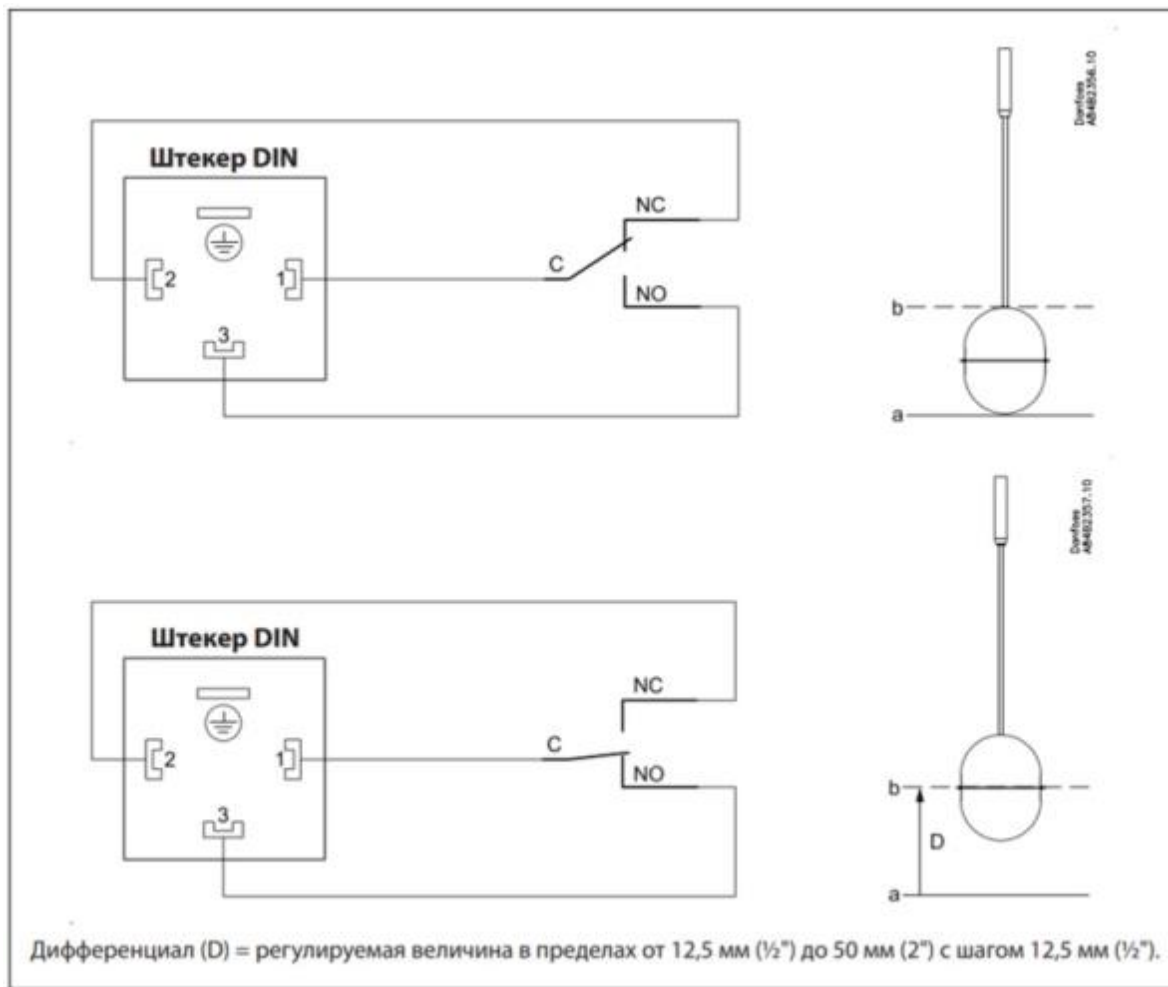
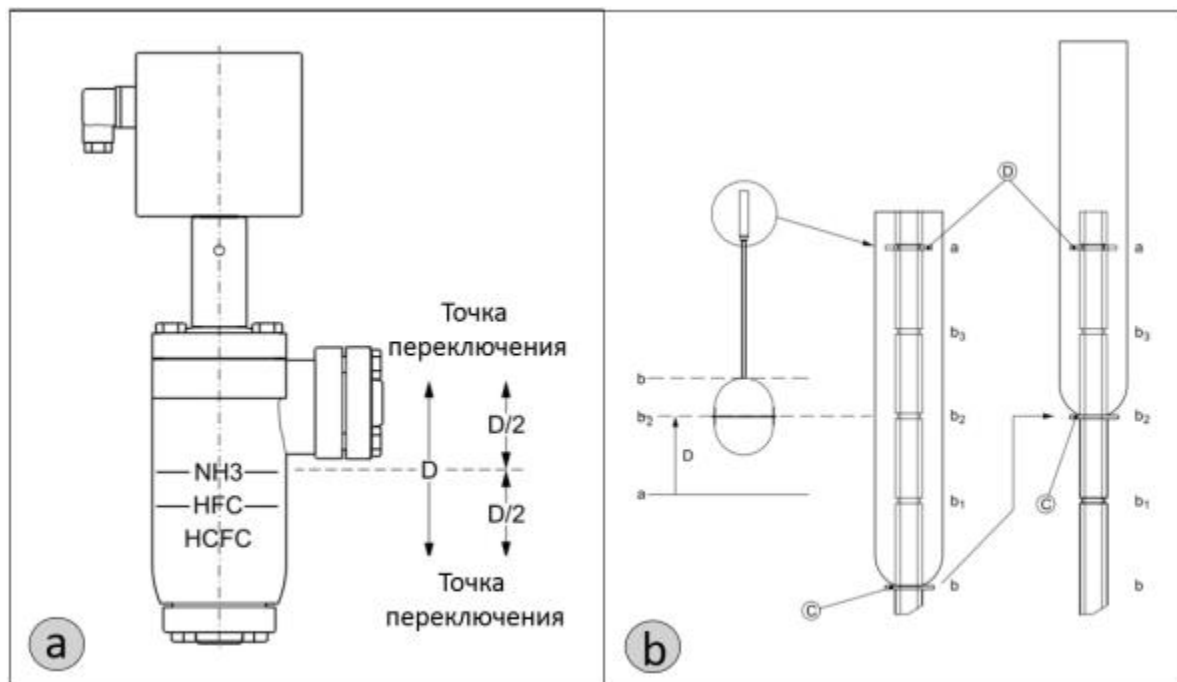

Рис. 3 Принцип действия AKS 38
Рис. 5 Настройка дифференциала переключения AKS 38
Положение поплавка, при котором произойдёт переключение контактов реле, зависит от фактического уровня жидкости. Реле уровня жидкости типа AKS 38 имеет маркировку требуемого уровня на корпусе (см. рис. 5а). Верхняя точка переключения находится выше требуемого уровня жидкости, отмеченного на корпусе реле уровня жидкости на величину $D/2$. Нижняя точка переключения находится ниже требуемого уровня жидкости, отмеченного на корпусе реле уровня жидкости на величину $D/2$. Где D – дифференциал.
Настройка дифференциала переключения (см. рис. 5б).
- См. рис. 3 и рис. 5б.
Подключите штекер DIN при помощи четырёхжильного кабеля в соответствии с электрической схемой (рис. 3).